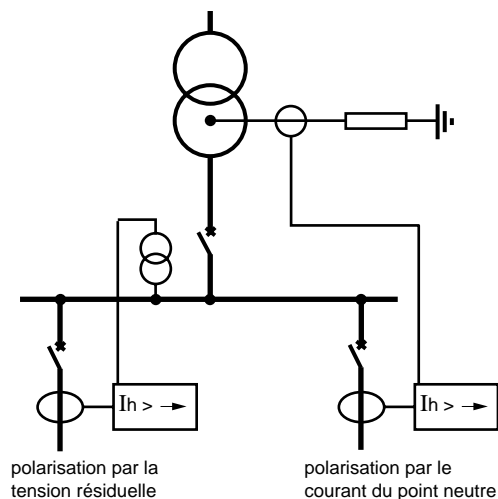

fig. 9 : les deux modes de polarisation d'une protection directionnelle de terre.
■ la grandeur de polarisation d'un relais directionnel de terre est le plus souvent la tension résiduelle ; mais ce peut aussi être le courant dans la mise à la terre du neutre de l'installation (cf. fig. 9).